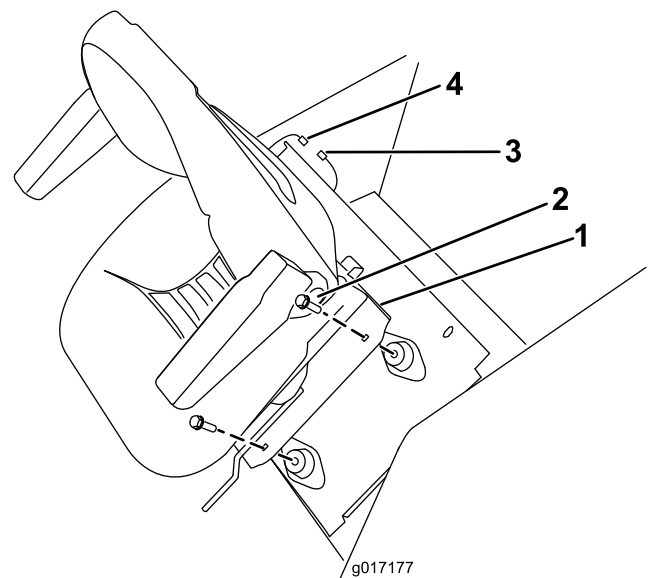

Figure 7
7. Reliez le faisceau au connecteur du câble de siège (Figure 7).